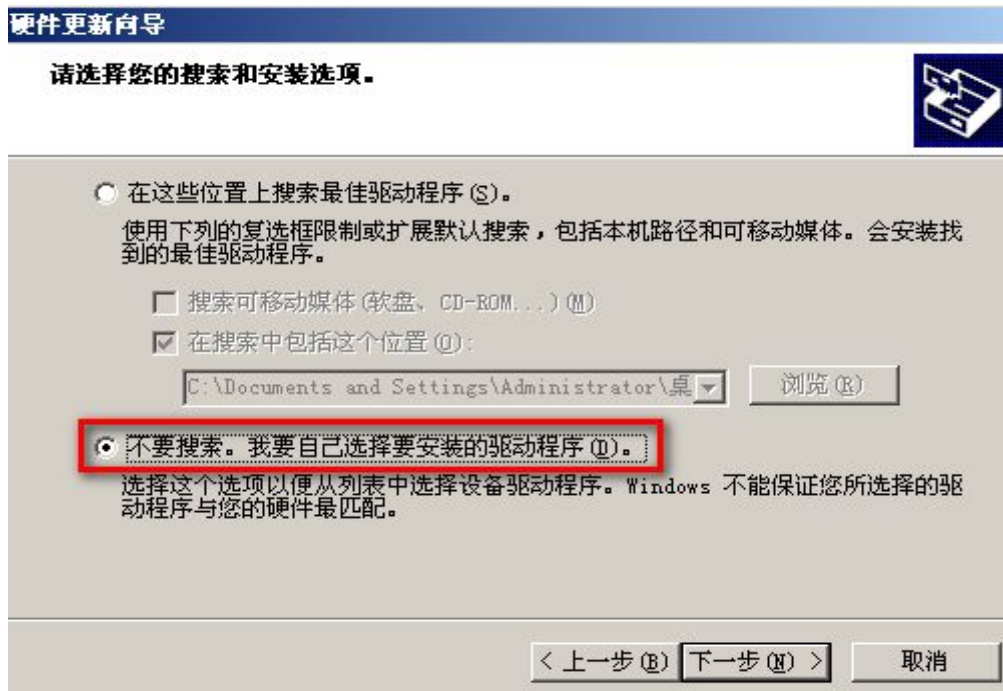

图 2-8
- 选择驱动文件。选择“不要搜索，我要自己选择要安装的驱动程序”，点击“下一步”，如图 2-8